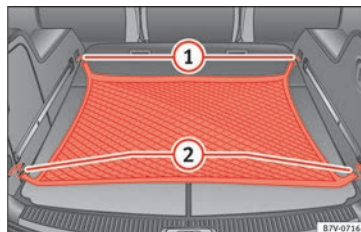

Fig. 173 En el maletero: red para equipaje colgada.
- Enganche la red para equipaje en las argollas de amarre » fig. 173 ① y ②.
- Desenganche los ganchos de la red para equipaje de las argollas de amarre » fig. 173 ① con cuidado.
- Desenganche los ganchos de la red para equipaje de las argollas de amarre » fig. 173 ② con cuidado.